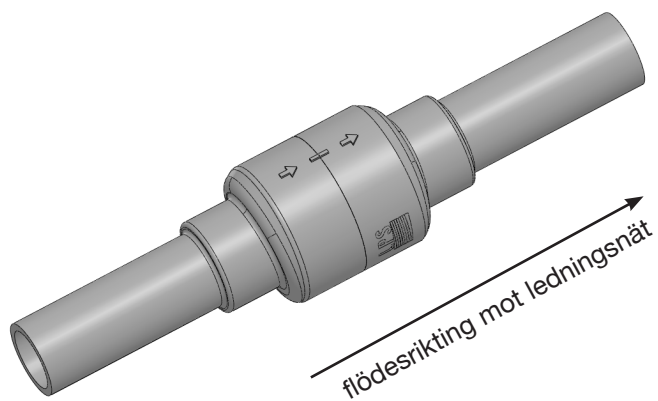

Bild 2. Montering av backventil.
- 8. Backventil är installerad vid fastighetsgräns/avstängningsventil. Se till att backventilen är monterad med dess pilar i flödesriktningen, dvs från fastigheten ut mot gatan. Bild 2 visar backventil. Fotografera monterad backventil och bifoga färdiganmälan.